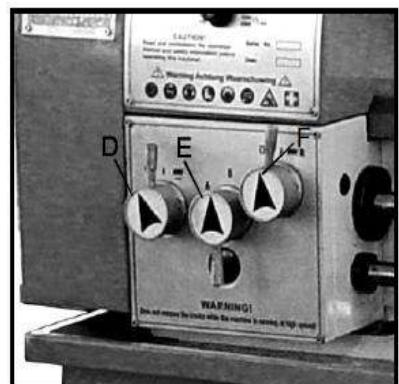

Рис. 12
4. Переключатель направления подачи (D, Рис. 12)
5. Переключатель скорости подачи (E, Рис. 12)
6. Рукоятка переключения подачи и шага резьбы (F, Рис. 12)